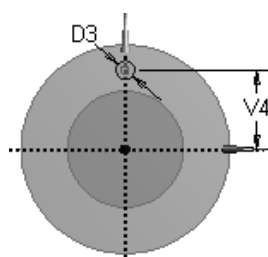

图 3.13.9 草图 3
(1) 绘制图 3.13.9 所示的草图 3。选取 XYPlane，单击“New Sketch”按钮 ，绘制图 3.13.9 所示的截面草图（圆环），其中 $D3=8$ ， $V4=34$ 。